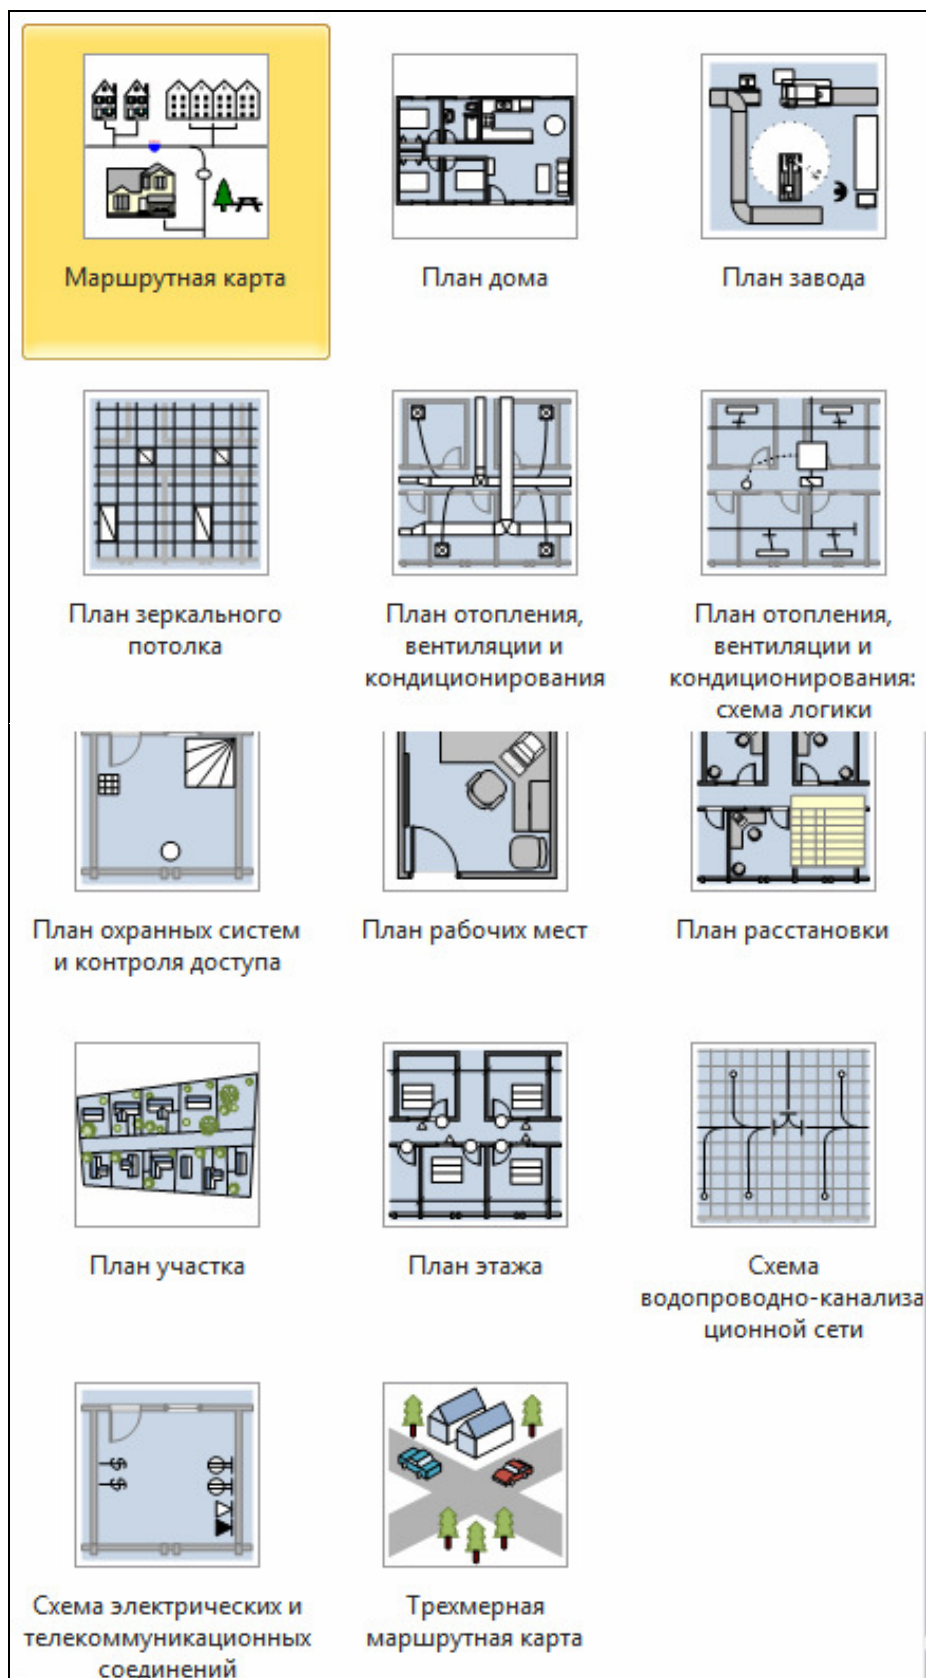

Рис. 1.4. Категория шаблонов *Карты и планы этажей*
- *Карты и планы этажей* – шаблони для побудови планів будівель, приміщень, комунікацій, дорожніх схем і планів місцевості (рис. 1.4);